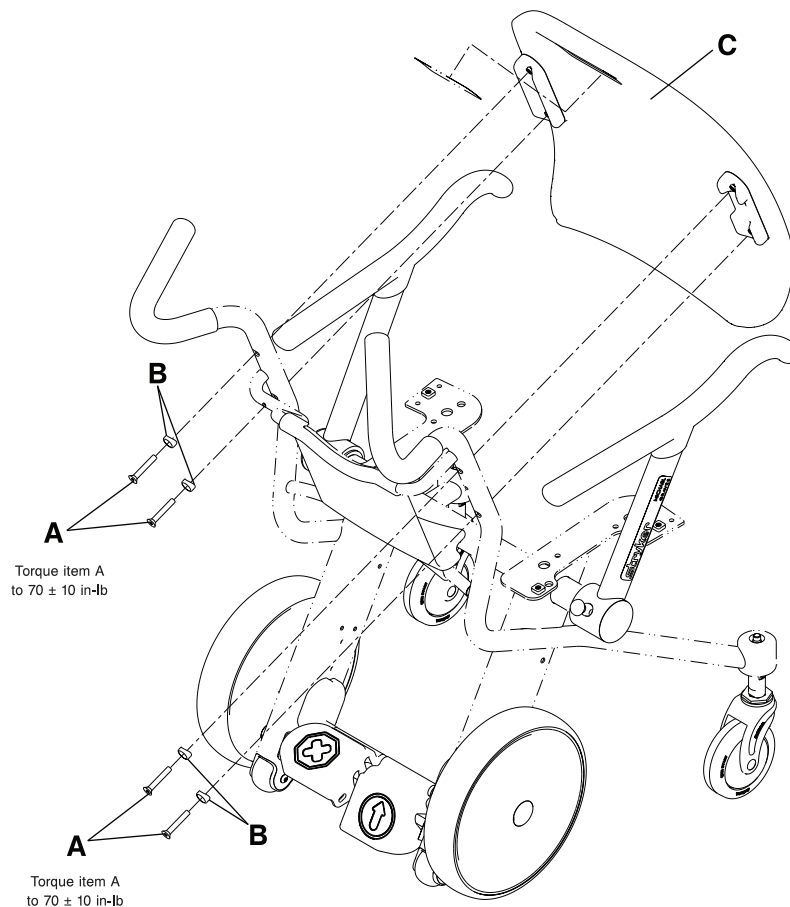

Figura 5-20: Remoção das costas do assento
2. Com uma chave sextavada de 3/16", retire os quatro parafusos de cabeça plana (A) e os adaptadores (B) para retirar as costas do assento (C) da estrutura da cadeira. Guarde os parafusos, os adaptadores e as costas do assento (Figura 5-20 na página 5-38).
3. Quando reinstalar as costas do assento, use uma chave sextavada de 3/16" para reinstalar os quatro parafusos de cabeça plana (A) e os adaptadores (B) (removidos no passo 2) para fixar as costas do assento (C) à estrutura da cadeira (Figura 5-20 na página 5-38). Com uma chave dinamométrica de 3/8", rode os parafusos até  $70 \pm 10$  in-lb ( $8 \pm 1,1$  Nm).